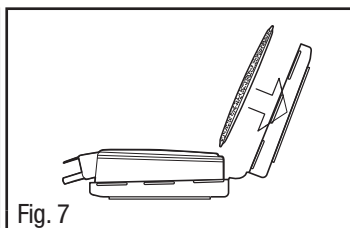
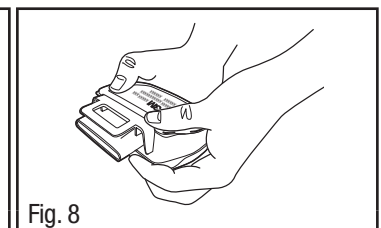

Fig. 7
Fig. 8
3. Oriente um filtro na outra metade do retentor do filtro, de modo que a forma do filtro fique alinhada com a forma do retentor do filtro e o lado impresso do filtro fique voltado para baixo (Fig. 7). Enrole a extremidade oposta do retentor em volta do cartucho e monte pressionando os quatro cantos do retentor do cartucho/filtro (Fig. 8).